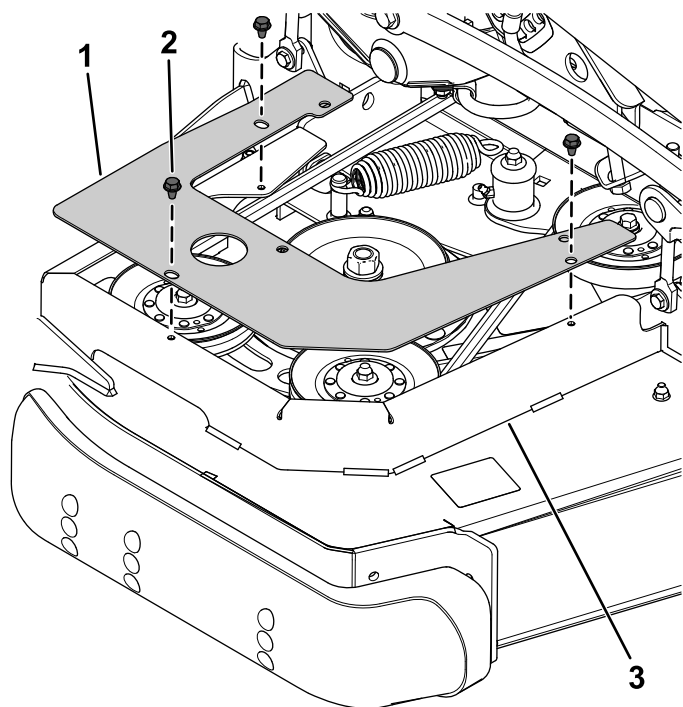

Figura 3
1. Fissate la protezione del montante della puleggia destra alla protezione della cinghia utilizzando le 3 viti autofilettanti rimosse in precedenza (Figura 3).